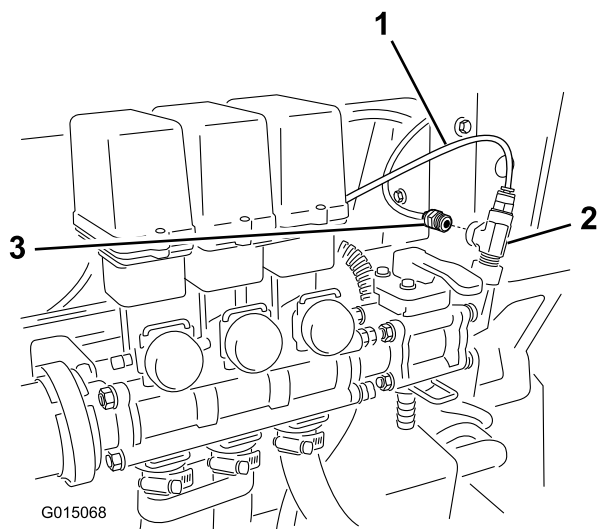

Figura 9
3. Localize o tubo de pressão vermelho que sai da parte posterior da caixa de controlo e instale-o na abertura do encaixe em T (Figura 9).